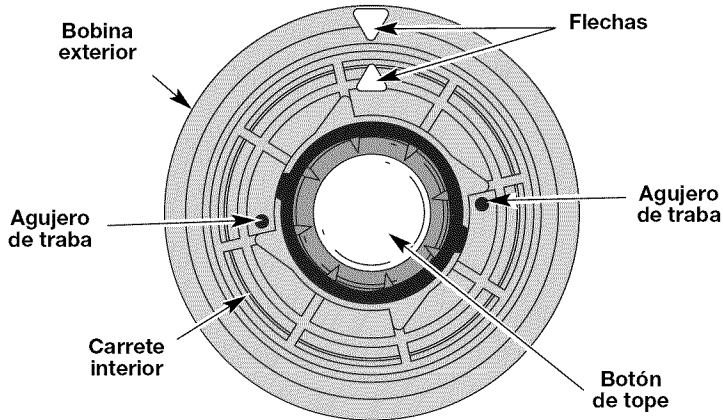
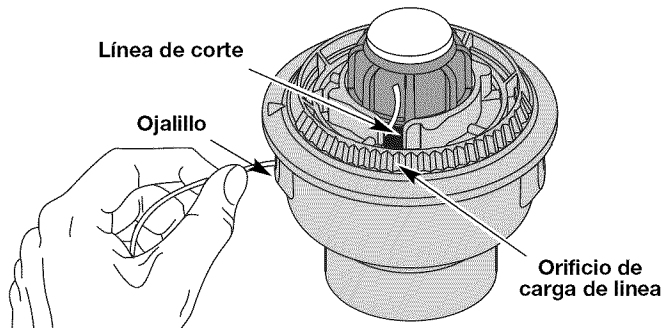

Fig. 11
Fig. 12
2. Alinee la flecha del carrete interior con la flecha de la bobina exterior (Fig. 11).
3. Saque los extremos de la línea vieja de los agujeros de traba (Fig. 11) y tire de la línea vieja a través de los ojitos del carrete (Fig. 12).
4. Asegurándose de que las flechas estén alineadas, inserte el extremo de un segundo pedazo de línea de corte recto en uno de los dos ojitos en la bobina exterior. Páselo hacia arriba a través del orificio de carga del carrete interior (Fig. 12). No doble la línea al insertarla en el ojalillo.